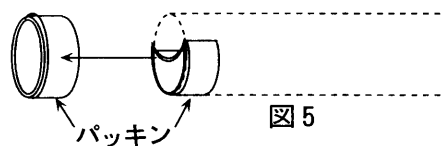

図5
②パッキンを図のように内側に変形させ、片側のパッキンをチューブから外してください。(図5)